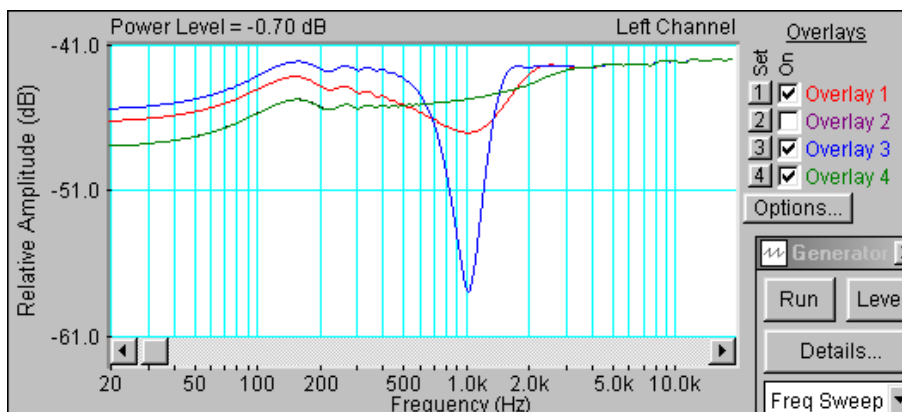

Рис.8.10. АЧХ режекторного фильтра с различной крутизной спада и подъема
- Скопируйте график АЧХ фильтра (рис.8.10) в файл вашего отчета.